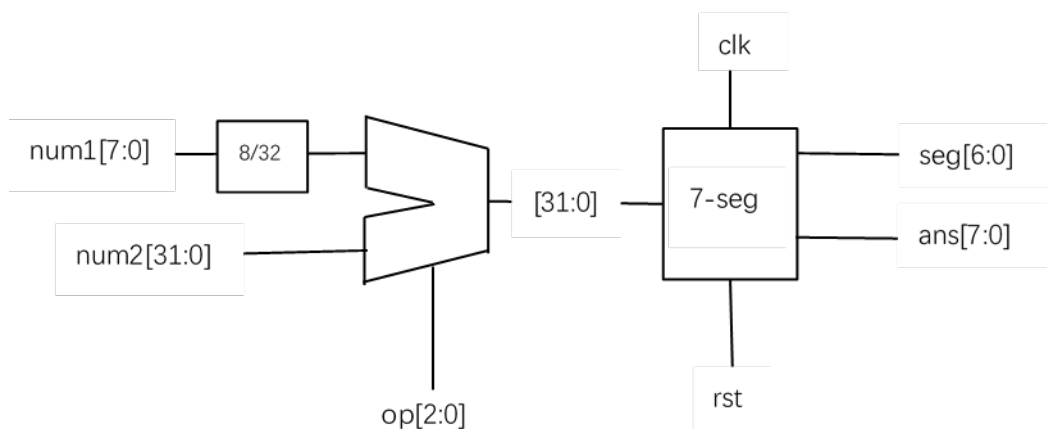

图 2: ALU 实验原理图
本次实验将 ALU 输出结果通过板载七段数码管进行显示验证,原理图如图 2所示:
-top.v	设计顶层文件,参照图 2将各模块连接。